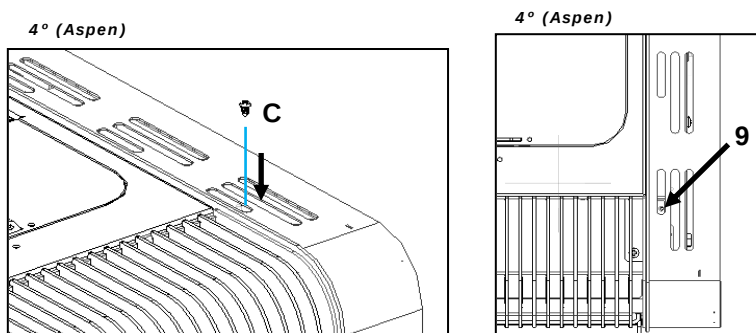

Figura 40 – Fixação das envolventes Aspen
i) Por fim, fixar um parafuso **C** (DIN 7981 4,2x9,5) no furo **9**, como indica a Figura 40.